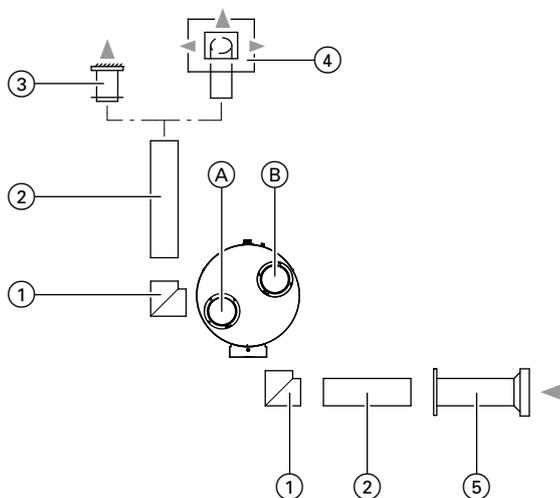

Abb. 14
1. Einzelne Leitungselemente mit Verbindungsstücken oder Muffen zusammenstecken: Siehe Systemdarstellungen Abb. 14 und 15.